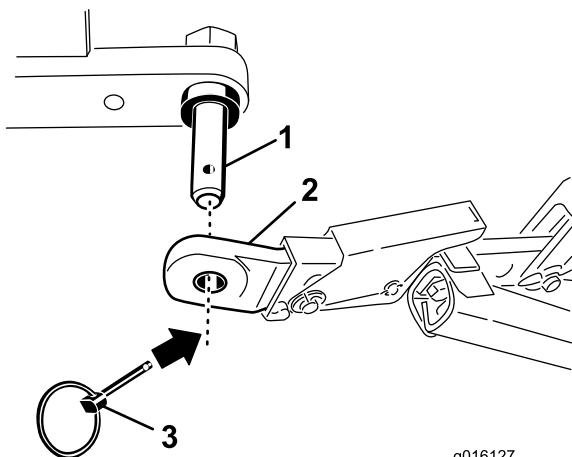

Figure 3
- Fixez les bras d'attelage inférieurs aux goupilles de montage de l'aérateur avec des goupilles à anneau (Figure 3).